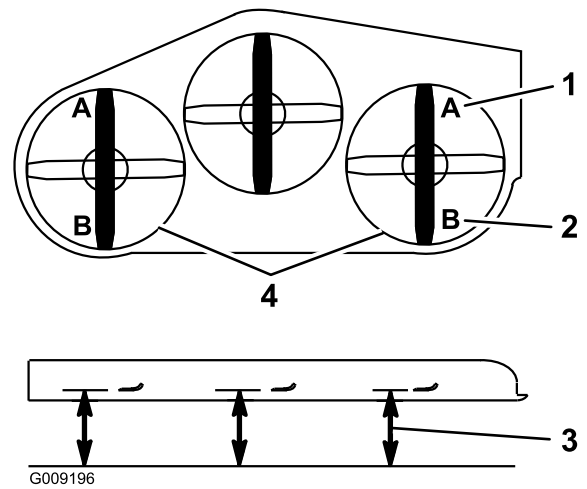

Figure 93
9. De chaque côté du plateau de coupe, mesurez la distance entre la surface plane et la pointe avant de la lame (position A). Il faut obtenir un écart de 7,6 cm (Figure 93).
15. De chaque côté du plateau de coupe, mesurez la distance entre la surface plane et la pointe arrière de la lame (position B). Il faut obtenir un écart de 8,3 cm (Figure 93).